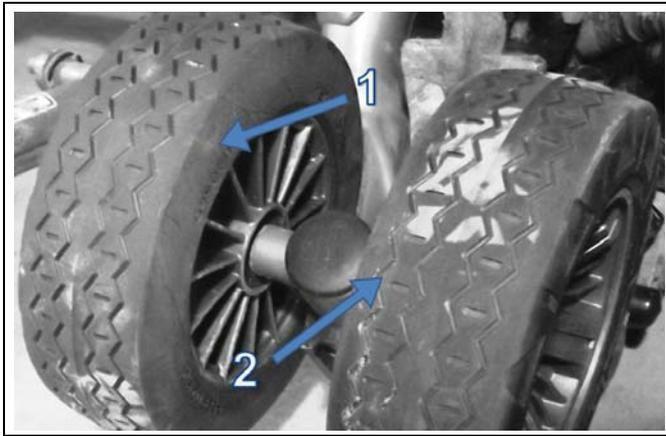

Figure 35
Vérifier l'usure des roues d'uréthane sur la bande de contact intérieure (1) et entre les profils des crampons (2). Si la bande est usée ou perforée ou le pneu est craquelé entre les profils, remplacer la roue. Elle n'offre plus un support adéquat à la chenille et les guides peuvent s'user prématurément. Référez-vous à la Figure 35.